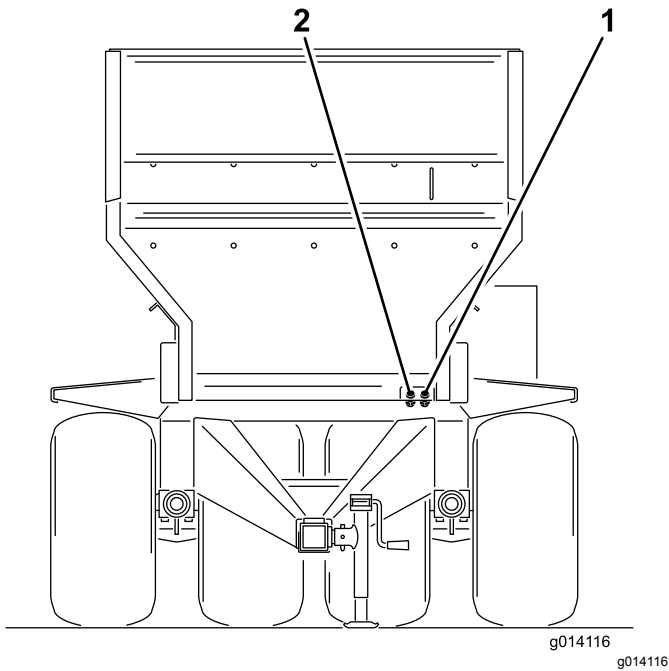

图 20
- 将两个液压软管从机器连接到牵引车。面对机器前端将右侧的软管连接到压力侧将左侧的软管连接到回流侧 (图 20)。回流软管有一个管线式单向阀。单向阀上的箭头应面向牵引车的回流接头。